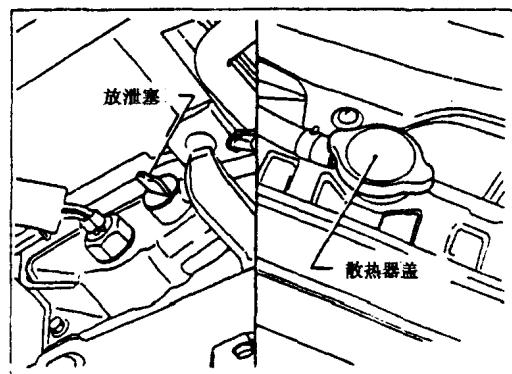

图 1-8
(2) 打开散热器底部的放泄塞, 然后拆卸散热器盖, 见图 1-8。
(3) 拆卸汽缸体放泄塞。